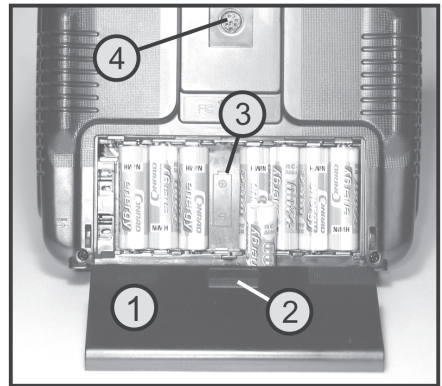

Figure 2
Un câble de raccordement optionnel permet de capter les signaux de commande sur la douille élève (voir fig. 2, pos. 4) afin de pouvoir par ex. piloter un émetteur maître ou l'interface d'un simulateur de vol.
Retirez d'abord les piles/batteries du compartiment à piles (voir fig. 2). Dévissez au moyen d'un tournevis cruciforme les quatre vis du panneau arrière de l'émetteur et relevez avec précaution le panneau arrière. Vous pouvez ensuite retirer la platine avec la douille élève (voir fig. 2, pos. 4) des deux ergots.